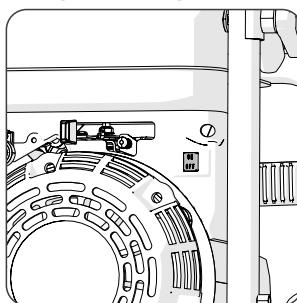

Fig. 4
- Tournez l'interrupteur de l'allumage du moteur sur la position 'OFF'. **(Fig. 4)**